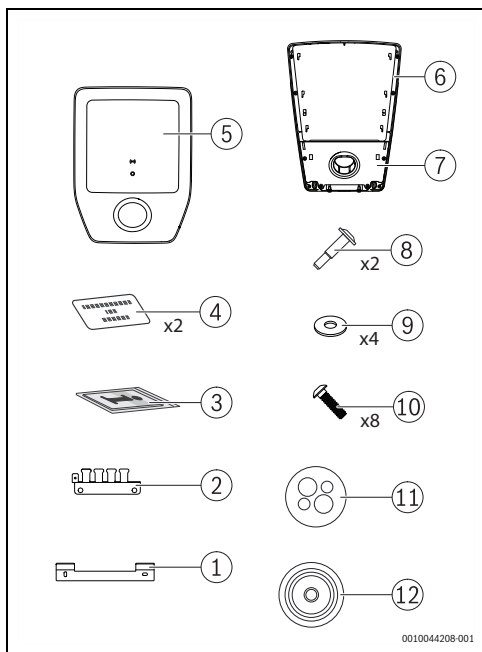

Bild 481 Leveransomfattning
- Ta försiktigt bort höljet [5] och locket med parkeringshållaren [7] från Power Charge 7000i (→ bild 481, sida 469).